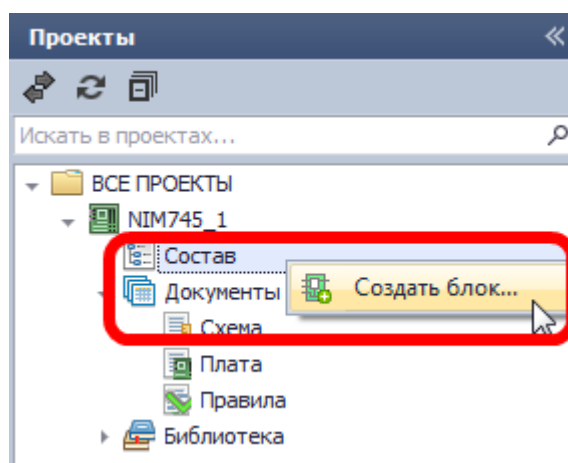

Рис. 569. Создание блока
2. Вызвать контекстное меню для узла «Состав» и выбрать пункт «Создать блок...», см. Рис. 569.